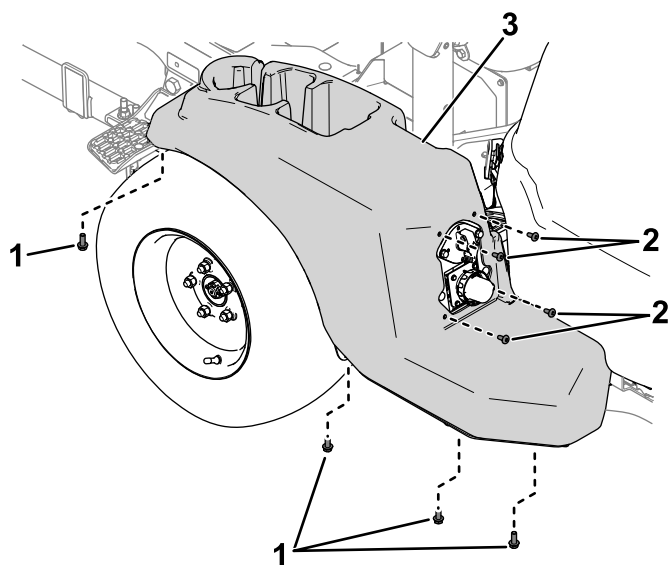

Figura 1
1. Îndepărtați bolurile și uruburile care fixează capacul din partea stângă a mainii (Figura 1) și îndepărtați capacul.